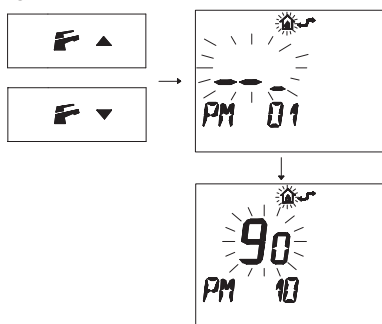

Figura 5.52
- Premere i pulsanti **F**▲ o **F**▼ per visualizzare la programmazione "PM10" selezione della frequenza di accensione (Figura 5.52).
Nella Figura 5.52 si visualizza un SET programmato di **90** corrispondente ad un tempo di riaccensione di 3 minuti circa.